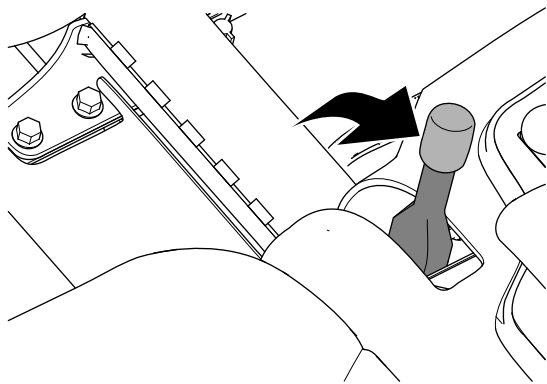

Figura 30
2. Ponga el freno de estacionamiento (Figura 30).